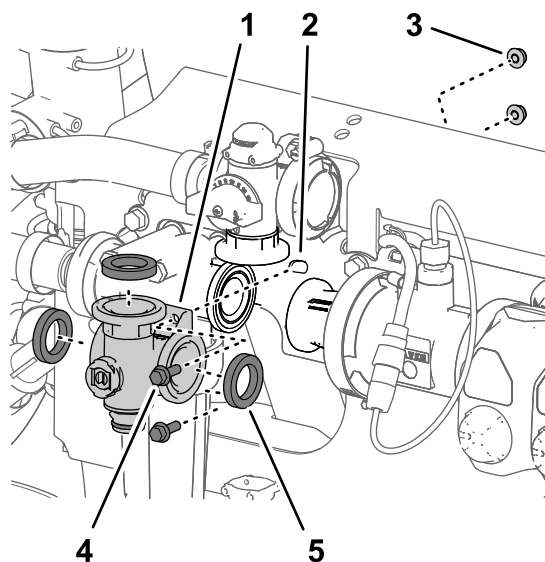

Figura 111
3. Retire los 2 pernos con arandela prensada ($\frac{1}{4}$ " x $\frac{3}{4}$ ") y las 2 contratuercas prensadas ($\frac{1}{4}$ ") que sujetan el distribuidor de la válvula de agitación al soporte de la válvula (Figura 111).
4. Retire el distribuidor de la válvula de agitación y las juntas de la máquina (Figura 111).